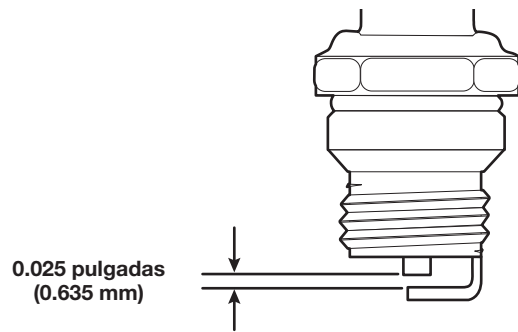

Fig. 28
4. Use un calibrador de hoja para ajustar abertura de la bujía a **0.025 pulgadas (0.635 mm)** (Fig. 28).